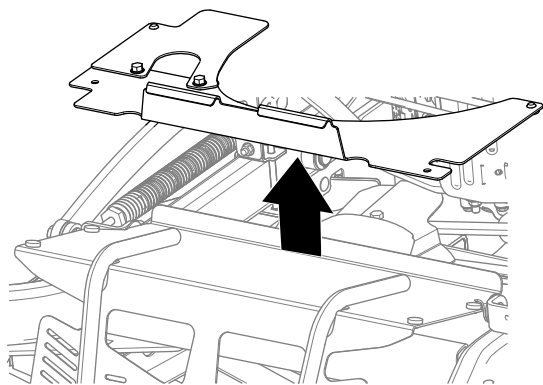

Figure 35
3. Déposez l'extension de la protection de la machine (Figure 35).